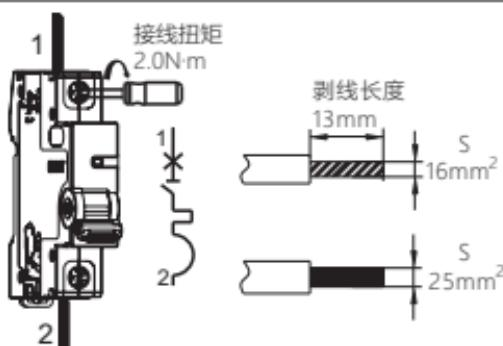

图5 NB5-63N/H接线方式
5.4 适用于铜导线连接，导线选择见表2，接线方式及剥线长度示意如下图5